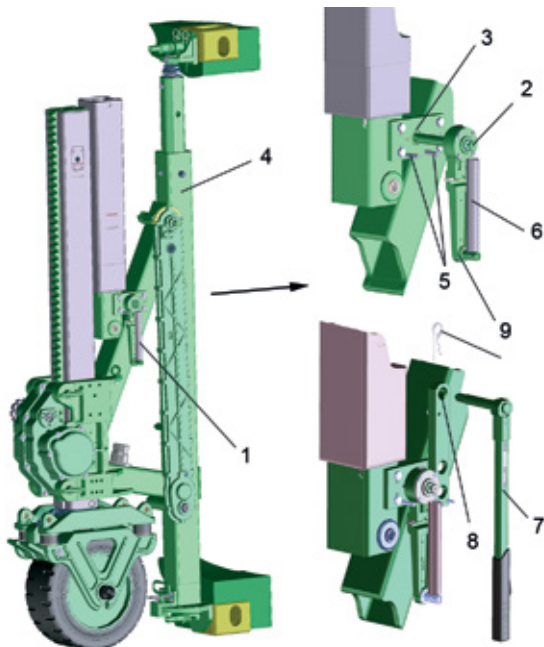

Bild 9-10
- Drehmomentschlüssel (7) in Bohrung (8) einführen und mit Federstecker (9) sichern (siehe Bild 9-10)